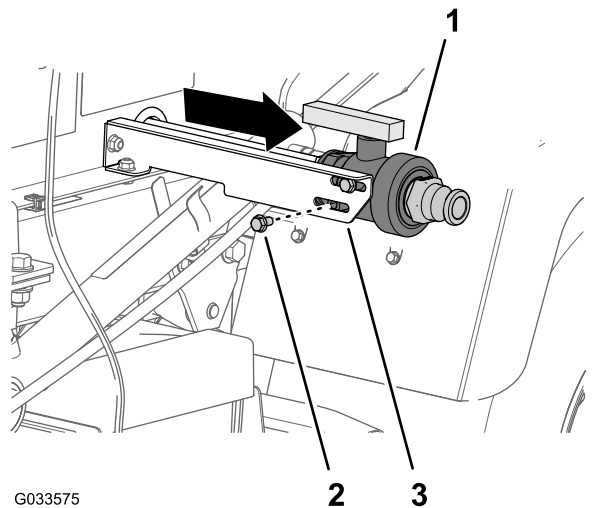

Figura 14
3. Monte provisionalmente la válvula de vaciado en el soporte de la válvula (Figura 14) con los 2 pernos con arandela prensada (5/16" x 5/8") que retiró en el paso 2.
4. Mueva la válvula de vaciado hacia fuera del todo en las ranuras del soporte, y apriete a mano los 2 pernos con arandela prensada (Figura 14).